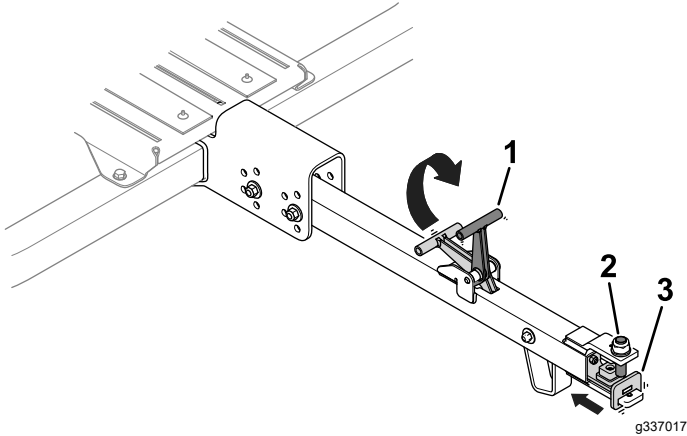

Bild 26
1. Heben Sie den Griff an der Anhängerkupplung an (Bild 26).